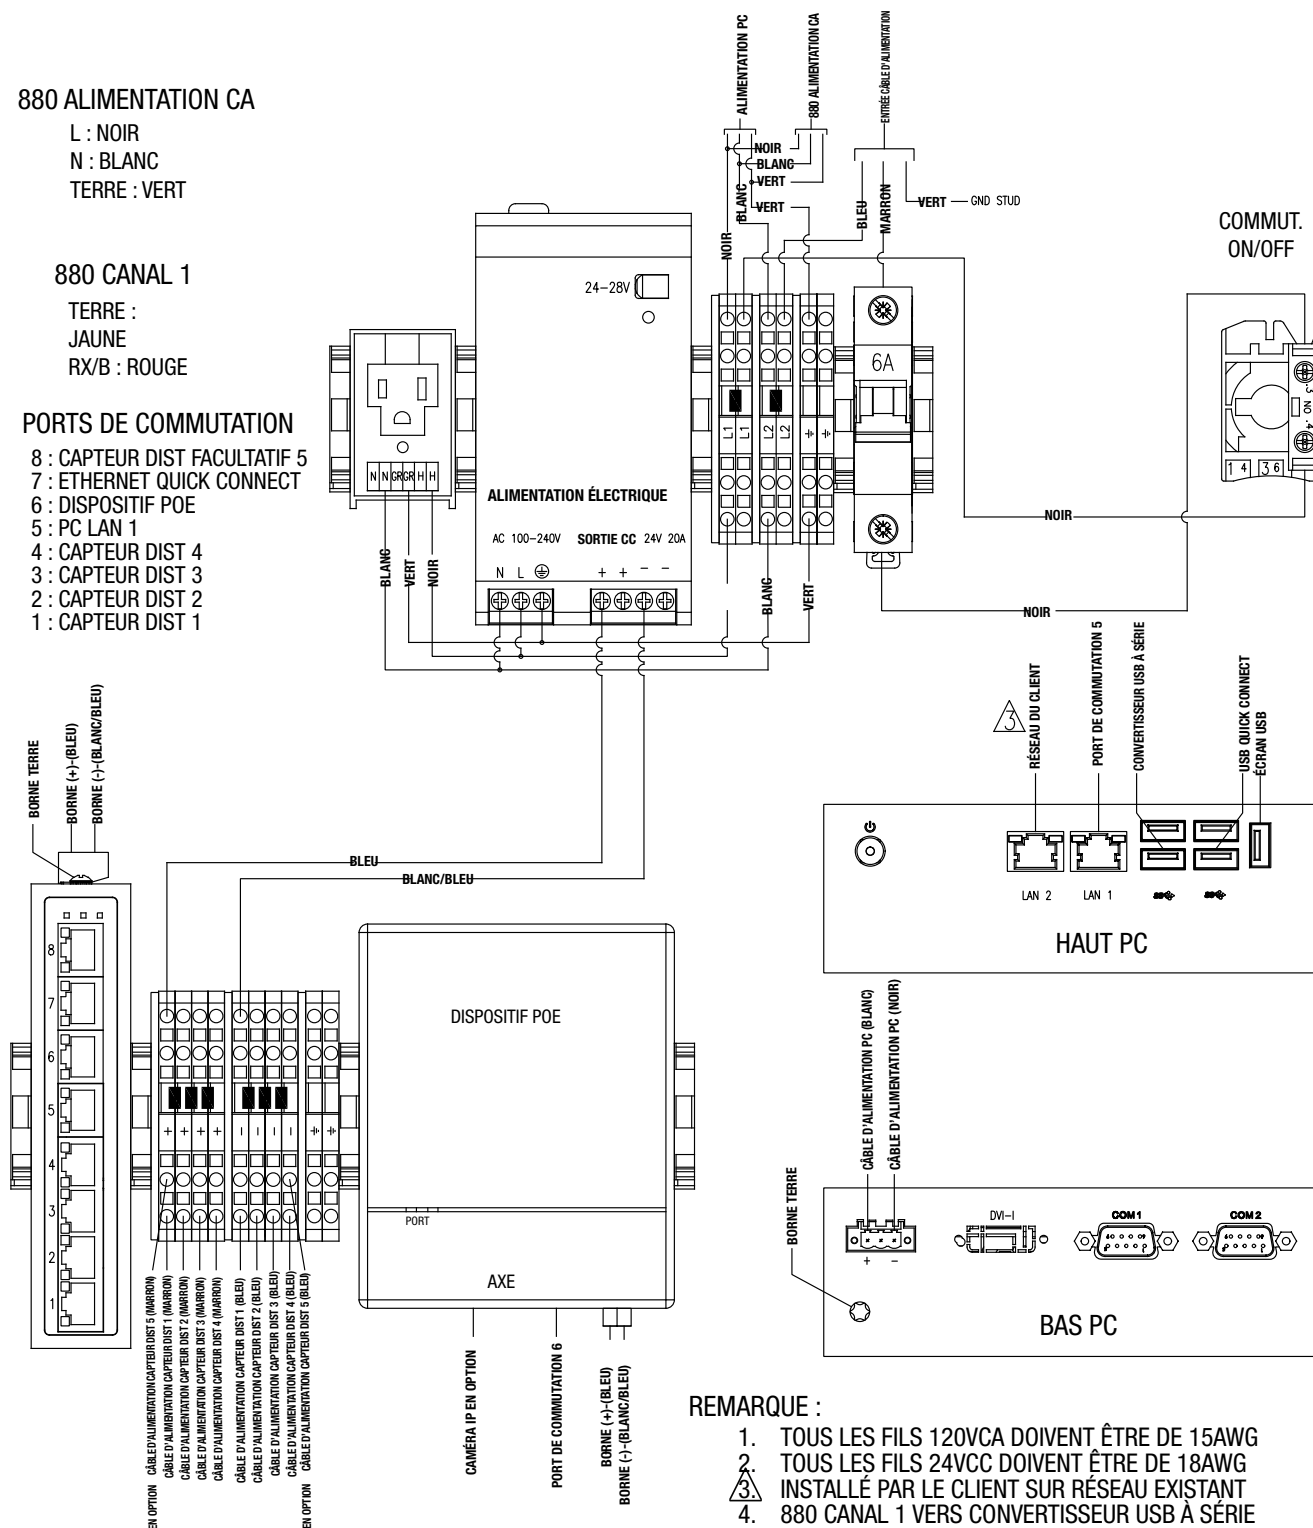

Figure 3-20. Schéma de câblage 880
8. Dénudez et connectez le câble « homerun » de la balance SUMMIT 3000 à l'indicateur (Figure 3-20 pour indicateur 880 et Figure 3-21, page 27 indicateur 1280).